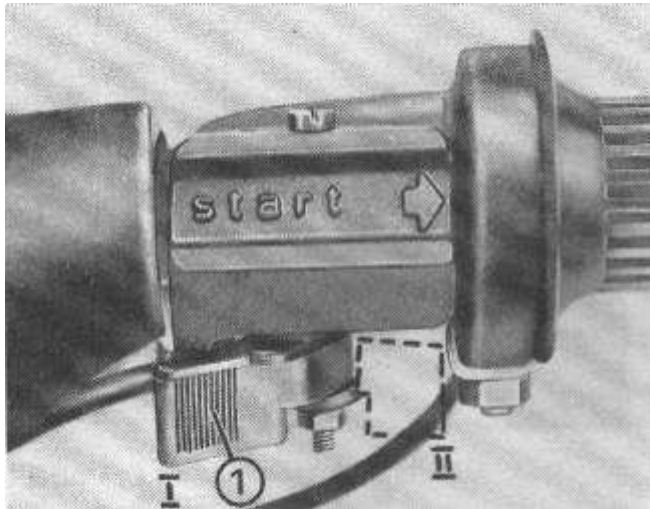

Bild 3. Betätigung des Startvergasers
- (1) Druckknopf des Anlassertasters
- (2) Starterhebel (Betätigung siehe Bild 3)
Die Betätigung des Startvergasers erfolgt analog Bild 3
- Starterhebel nach rechts ziehen (siehe Bild 3), Gasdrehgriff geschlossen;